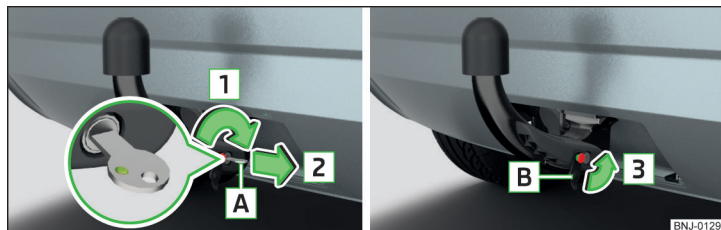

Fig. 248 Bloquear la cerradura y retirar la llave/ Introducir la tapa en la cerradura
- Gire la llave [A] en el sentido de la flecha 1 de manera que la marca verde muestra hacia arriba » fig. 248.